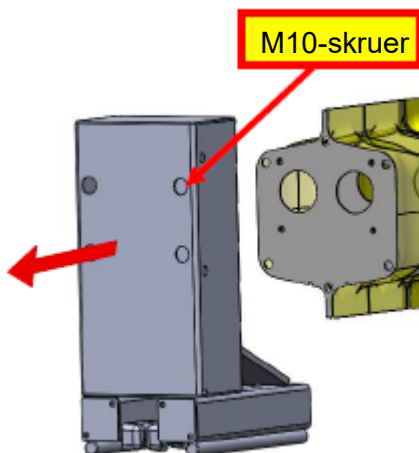

Fig. 12: Vognen skyves fremover langs skinnen slik at monteringsplatene kan festes.
6. Skru løs de fire M16-skrueene som sitter i de fremre hullene på vognen. Ta deretter bort vognen ved å skyve den langs skinnen ved hjelp av en håndteringsmaskin (Fig. 12–13).